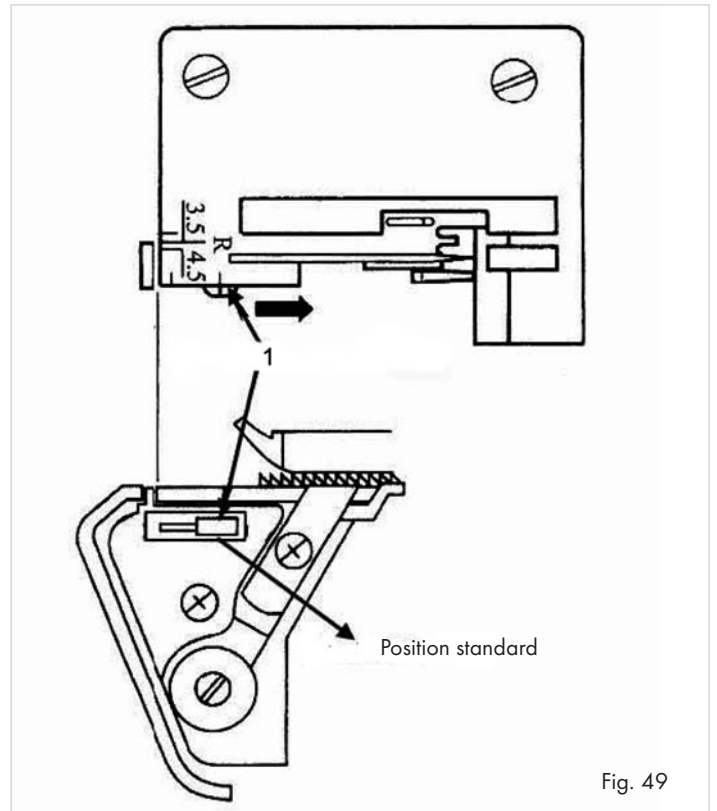

Fig. 49
- Faites glisser l'interrupteur de largeur de couture 23 sur "S", afin de faire avancer le doigt de largeur de couture (1) (Fig. 49).
❶ Remarque :